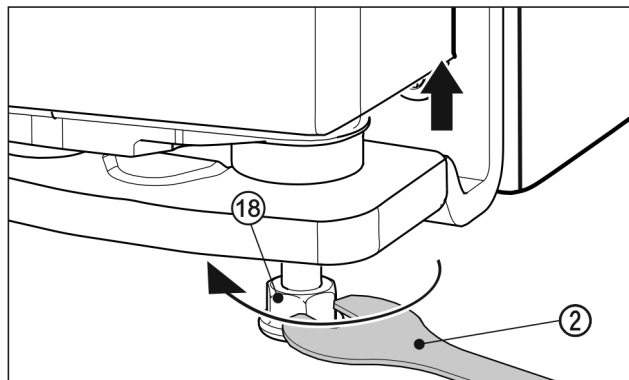

Fig. 25
- Pentru ridicarea ușii, deșurubați spre dreapta piciorul de poziționare Fig. 25 (18) cu cheia fixă Fig. 25 (2) livrată până când există contact la podea. Apoi rotiți în continuare până când este deplasată ușa pe înălțime. Bolțul suport este înșurubat complet la livrare.